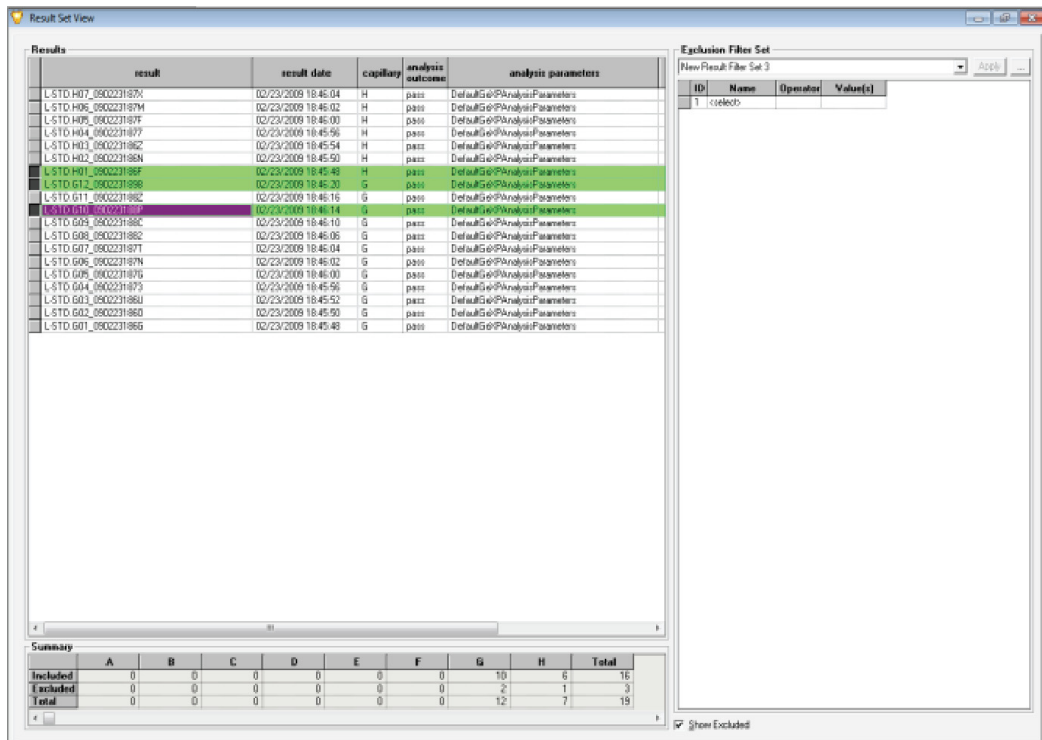

图 7.3 从研究中排除数据文件
9. 删除不适合本研究的数据文件。请参见图 7.3。右键单击指定文件，然后单击“Exclude Results”（排除结果），可以删除数据文件。